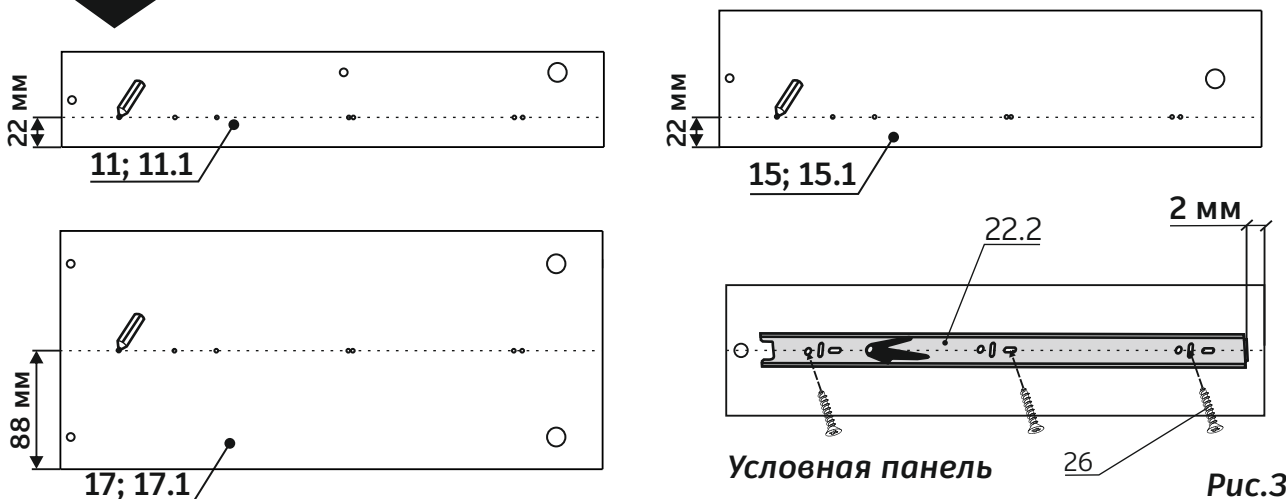

Рис.3
1. Провести линию карандашом на боковых стенках ящиков (левых, поз.11, поз.15, поз.17 (5 шт) и правых, поз.11.1, поз.15.1, поз.17.1 (5 шт), соединив существующие наконки видимой линией (см. рис.3)
2. Приложить направляющую к каждой боковой стенке ящика так, чтобы центры отверстий направляющей совпали с линией на боковой стенке ящика, выдержав размеры, показанные на рис.3
3. Крепить направляющие к каждой боковой стенке ящика шурупами 3,5x16 (поз.26) – 3 шт (см. рис.3).